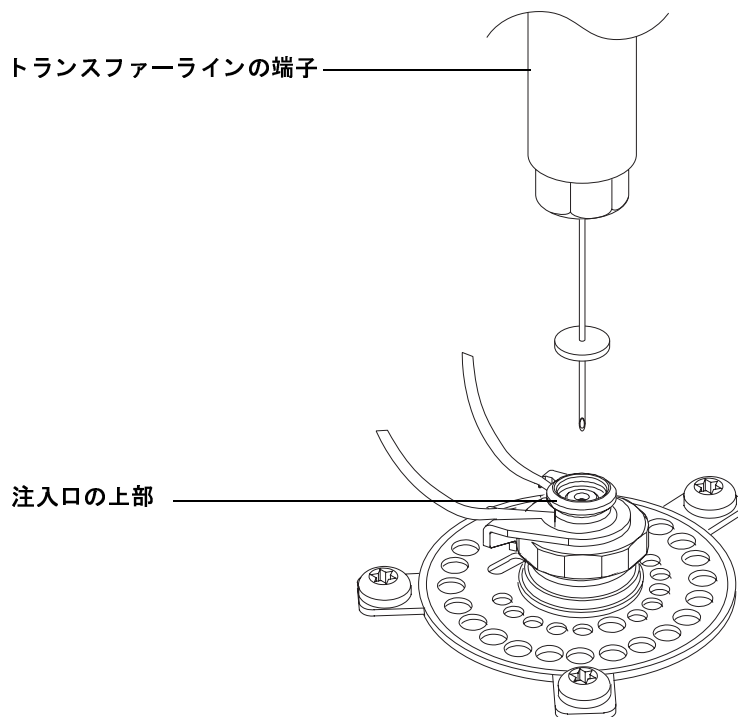

図 12 ニードルのアセンブリ
- 5 11 mm の貫通口セプタムをニードルに押し付けます。ニードルがくりぬいたセプタムの破片は、丁寧にすべて取り除きます。ニードルの穴に何も詰まっていないことを確認してください。図 12 は、アセンブリです。